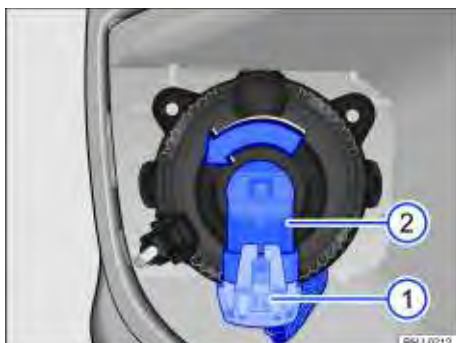

Fig. 186 Trocar a lâmpada incandescente do farol de neblina.
5. Destruavar e retirar o conector de alimentação ⇒ Fig. 186 ①.
6. Girar o soquete da lâmpada ⇒ Fig. 186 ② na direção da seta até o batente no sentido anti-horário e retirar para trás com a lâmpada incandescente.
12. Encaixar o conector de alimentação ⇒ Fig. 186 ① no soquete da lâmpada ②. O conector de alimentação precisa encaixar audivelmente.